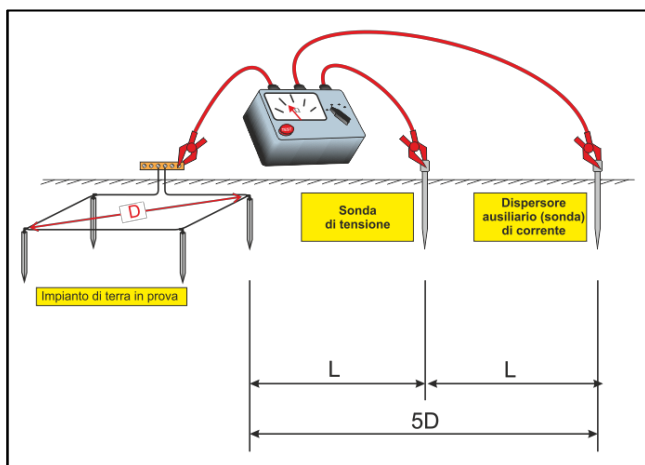

Fig. 4 – Misura della resistenza di terra  $R_E$  con il metodo voltamperometrico
La misura della resistenza di terra dell'impianto si ottiene applicando il metodo voltamperometrico che richiede la stesura di cavi per collegare i dispersori ausiliari, fig. 4.2
- la misura della tensione totale di terra tra il dispersore e la sonda di tensione (vedi fig. 4) è di 50 V, quindi la resistenza di terra misurata dallo strumento sarà di 10  $\Omega$  [ $R_E=50/5$ ];